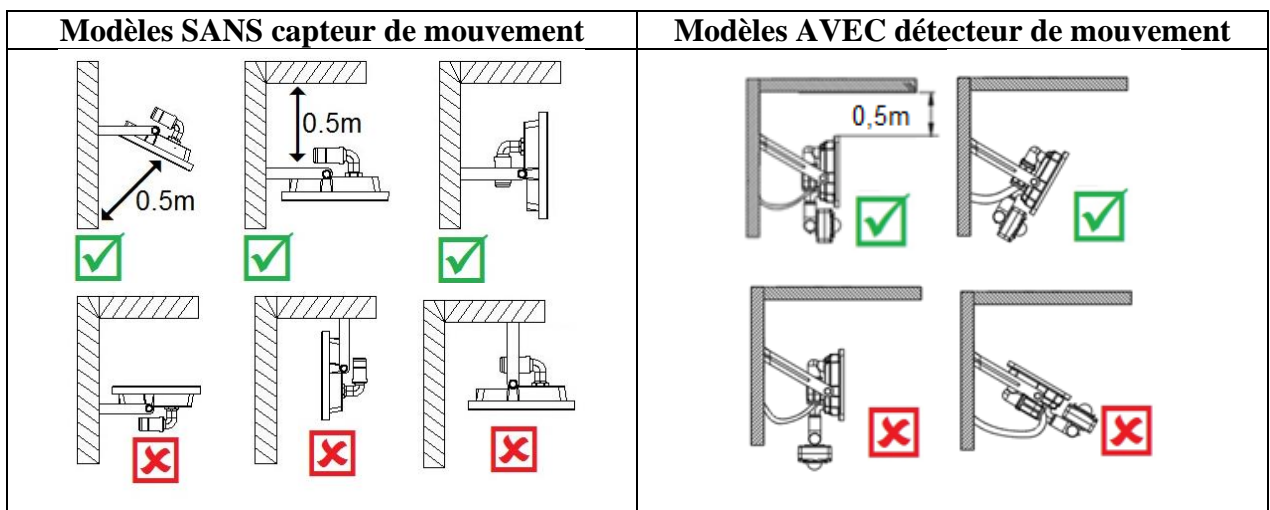

Fig. 4
- Assurez-vous qu'une distance de ventilation supérieure à 0,5 mètre est autorisée entre le luminaire et les objets adjacents. Voir la figure 4 pour des exemples.